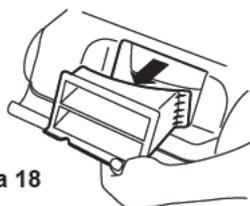

Figura 18
2.- Quitar el tapón de descarga trasera (figura 18).